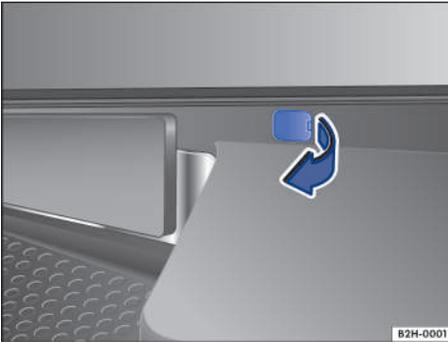

Fig. 195 Tapa en el paragolpes.
del modelo, en el paragolpes detrás de una tapa → fig. 195 o a la derecha del soporte de la matrícula.
1. Retire la tapa haciendo palanca con la punta plana del destornillador de las herramientas de a bordo en el sentido de la flecha → fig. 195.